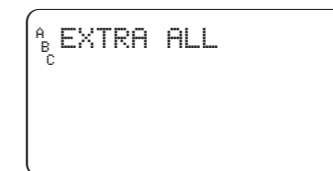

Abbildung 17: Anzeige mit manueller Bewässerung bei allen Programmen und allen aktivierten Stationen
3. Taste **NEXT** (Weiter) drücken, bis „A B C Extra All“ angezeigt wird [Siehe Abbildung 17].